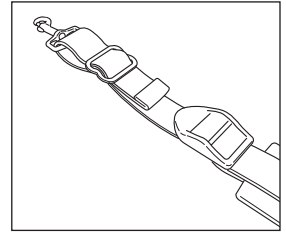

Figura 3.
3. Instale el pasador de ajuste en el extremo suelto de cualquiera de las dos correas para hombros. Instale el pasador de la bomba en el extremo suelto de la correa para hombros, después recorra de nuevo la correa a través del pasador de ajuste. **Ver la Figura 3.** Ajuste todas las correas como sea necesario.